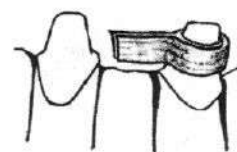

Рис.7
3. Обработанным жидкостью для смачивания отрезком стекловолокна оберните на модели одну культю, так чтобы два свободных конца остались в промежуточной зоне (рис. 7).